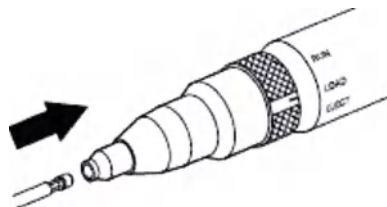

Рис. 2 Установка режущих принадлежностей
4. Вращательными движениями установите бур в патрон (рис.2). Линия безопасности на хвостовике бура должна скрыться в патроне.